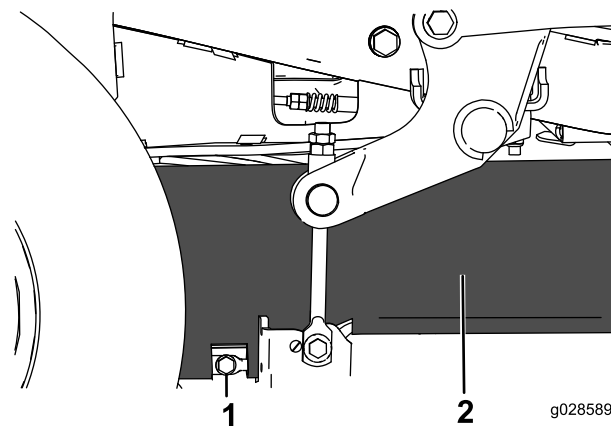

Figura 2
1. Allentate e rimuovete il bullone inferiore della cortina del piatto di taglio per rilasciare la cortina (Figura 2). Conservate il bullone.
3. Fissate l'asta di supporto e la cortina del piatto di taglio con il bullone rimosso nella sezione 3 Montaggio dei coperchi (pagina 2) (Figura 2).